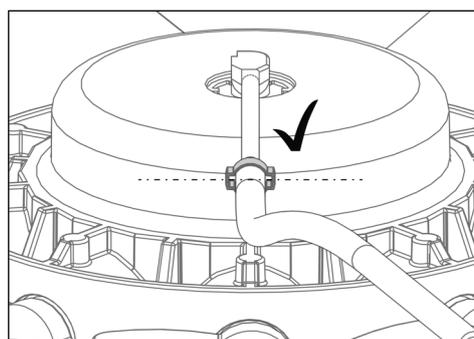

Fig. 18
- 10) Posizionare la fascetta stringitubo a 2 orecchie come illustrato nella Fig. 18 .